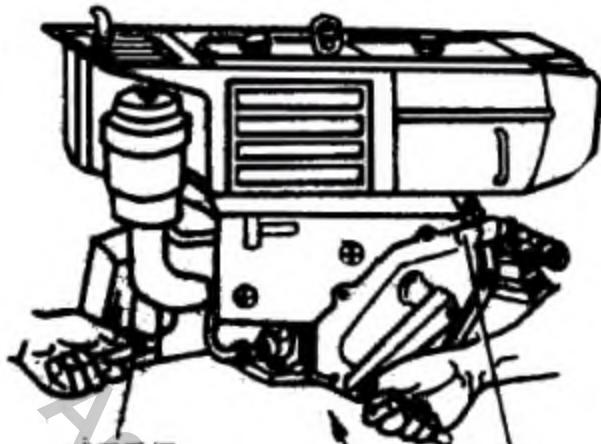

Рис. 3 Удаление антакоррозионного масла
2. Снимите выхлопную трубу, вставьте пусковую ручку в соответствующий вал, поверните рычаг декомпрессии левой рукой и проворачивайте двигатель при помощи пусковой рукоятки, чтобы удалить антакоррозийное масло из цилиндра. Вращайте пусковую рукоятку до тех пор, пока масло не перестанет вытекать с выхлопного отверстия. После этого установите в прежнее положение выхлопную трубу, как показано на рис. 3.